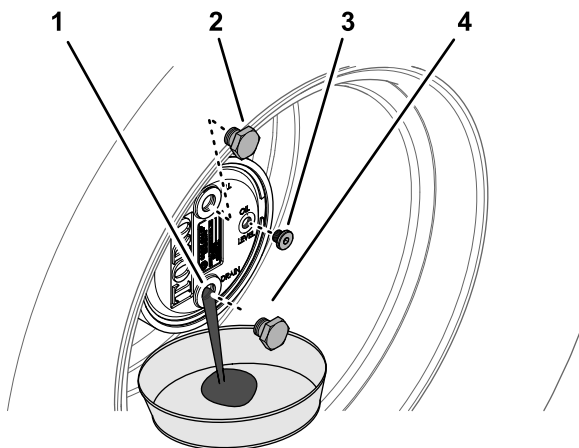

Figura 139
2. Îndepărtai buonul de umplere în poziia corespunzătoare orei 12 i buonul de verificare în poziia corespunzătoare orei 3 (Figura 139).
- Amplasai o tavă de golire sub butucul planetar, îndepărtați buonul de golire în poziția corespunzătoare orei 6 și lăsați uleiul să se scurgă complet (Figura 139).
- Montați buonul de golire în orificiul de golire al carcasei mecanismului planetar (Figura 139).